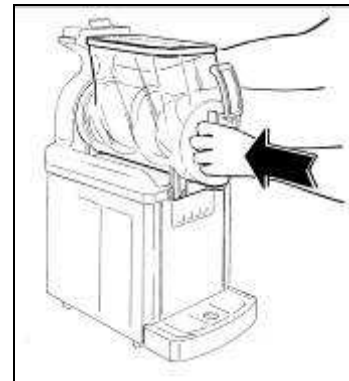

Abb. 25
- Setzen Sie den Behälter in seine Aufnahme ein und prüfen Sie, ob er passgenau an seiner Dichtung anliegt (siehe Abb. 25).